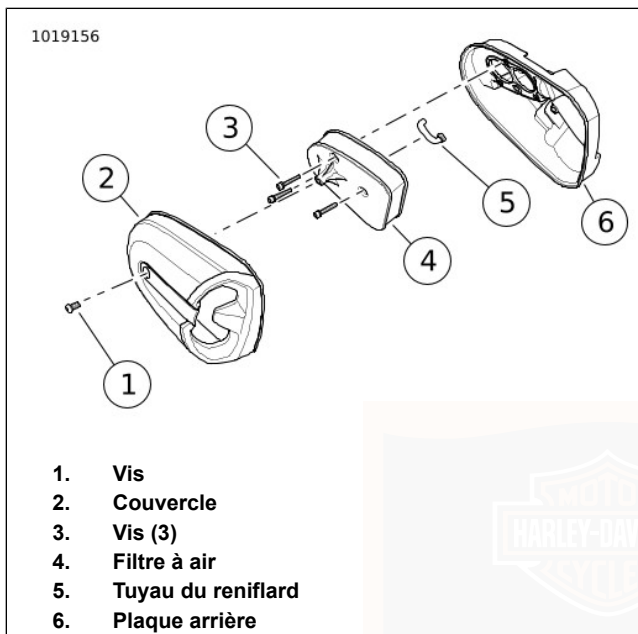

Figure 41. Filtre à air : Street Rod (XG750A)
1. Voir Figure 41 . Déposer la vis de couvercle (1).
2. Déposer le couvercle (2).
3. Retirer les vis du filtre à air (3).
4. Retirer l'élément de filtre à air (4).
- a. Si l'élément est jeté, retirer le tuyau de reniflard (5) de l'élément de filtre à air et le poser dans l'élément **neuf**.
7. Poser l'élément de filtre à air (5).
8. Poser les vis du filtre à air (3).